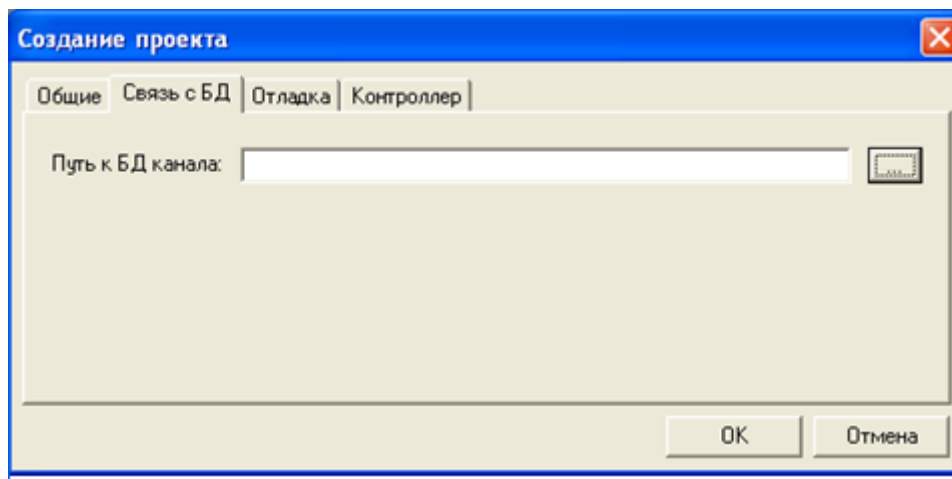

Рисунок 2.2 – Окно «Создание проекта». Закладка «Связь с БД»
- 4 Вкладка «Связь с БД» (рисунок 2.2) ввести путь к БД (поле «**Путь к БД канала**») – путь к каталогу, в котором расположена БД контроллера.